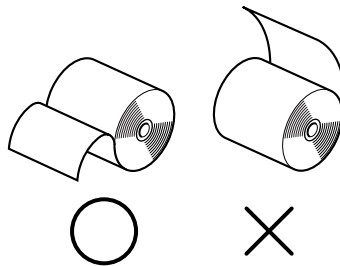

Abb. 5-13 Einlegen von Papier
- ② Schneiden Sie die Vorderkante des Rollenpapiers in einer geraden Linie ab.
- ③ Bestätigen Sie, daß der Drucker eingeschaltet ist.
- ④ Unter Beachtung der Richtung des Rollenpapiers das Rollenpapier in die Vertiefung setzen, wie in Abbildung 5-13 gezeigt.